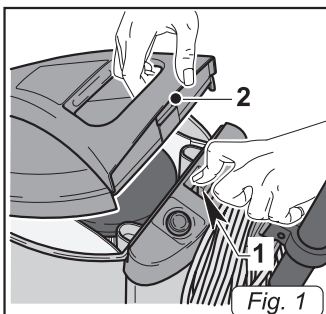

Fig. 1
- Den Hebel (1 Abb. 1) verschieben und den Deckel (2 Abb. 1) entfernen.